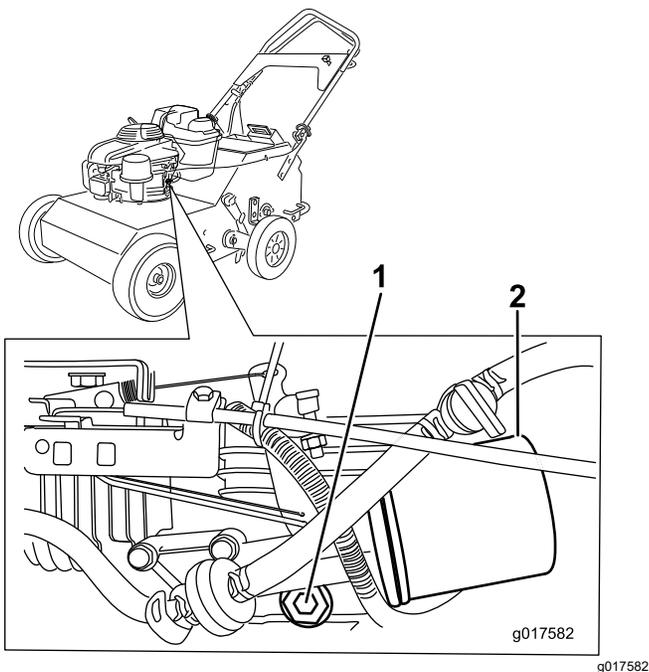

Figura 27
6. Retire el tapón de vaciado (Figura 27) e incline la máquina hasta que el aceite fluya hasta el recipiente.
2. Coloque un trapo debajo del filtro de aceite (Figura 27) para recoger cualquier aceite que se salga mientras retira el filtro.